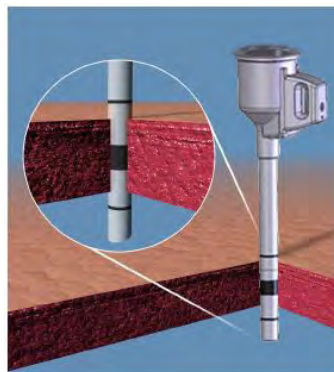

Figura 11.26 Exemplo ilustrado da colocação do centro remoto
9. O centro remoto da cânula (marcado em preto na cânula conforme mostrado na Figura 11.26) deve ser posicionado dentro dos limites da parede corporal do paciente de acordo com o procedimento específico a ser realizado. Para pacientes com parede corporal mais espessa, o uso de uma cânula de comprimento longo pode ser necessário para garantir que a ponta da cânula permaneça dentro da cavidade corporal durante o uso. Para obter informações sobre o centro remoto, consulte o manual do usuário do sistema em questão.